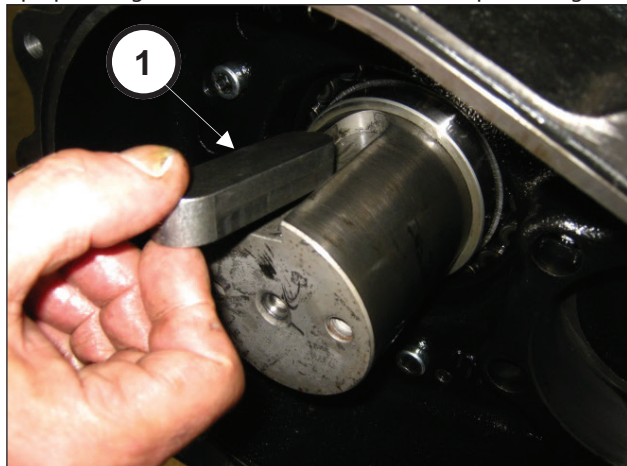

Fig. 61
Aplique a lingueta 22x14x100 no local do eixo (pos. ①, Fig. 61).